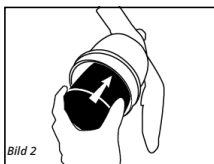

Bild 2
4. Placera gasbehållaren i behållarutrymmet. [Bild 2]